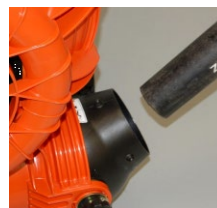

Fig. 5
*Använd tryckluft eller en ryggblåsare för att enkelt lossa skräp från impellern och huset som annars kan slita på maskinen. Du kan endast manuellt avlägsna skräp genom att ta av framhuset. (Se Fig. 5 och 6) OBS: Koppla alltid ur tändstiftet vid underhåll.